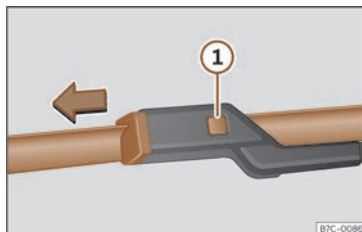

Fig. 209 Înlocuirea lamelor ștergătoarelor de parbriz
- Apăsați și mențineți apăsat butonul de deblocare >>> **fig. 209** ① și trageți ușor de lamă în sensul săgeții.